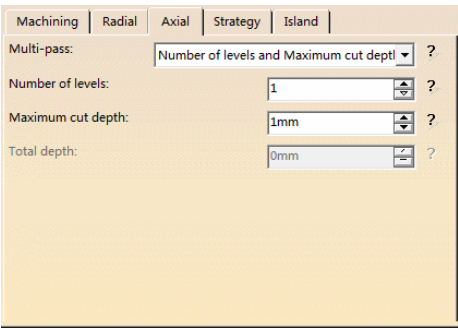

图 3-165 “Axial”选项卡（7）
- 单击“Axial”选项卡（7）的“Multi-pass”下拉列表中选择“Number of levels and Maximum cut depth”，在“Number of levels”文本框中输入“1”，如图 3-165 所示。